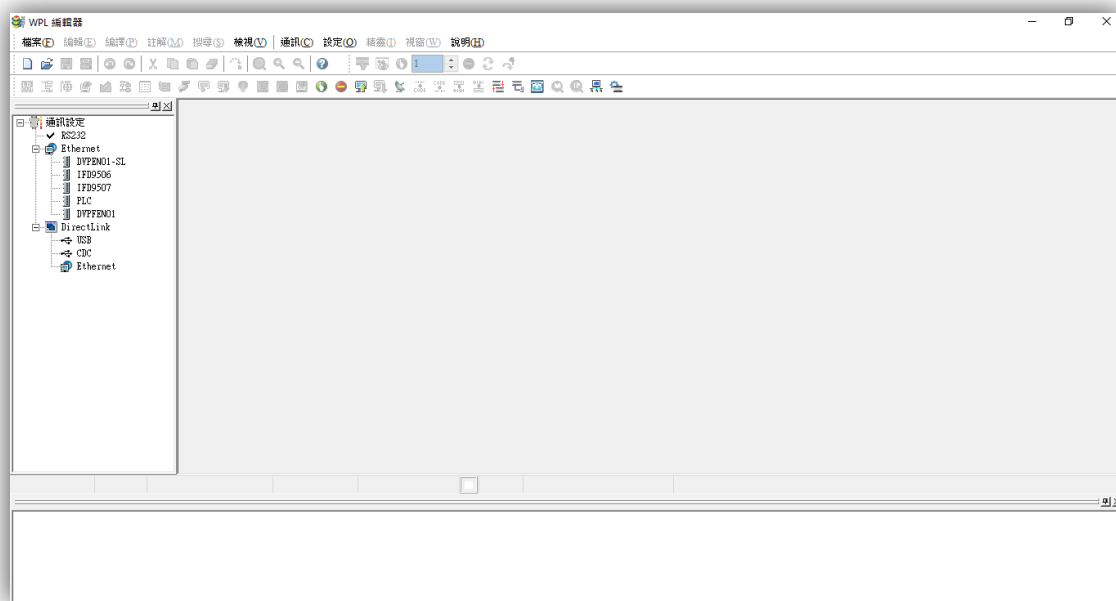

图 16-2
步骤 2. 出现 WPLsoft 编辑器窗口 (如下图 16-2)。第一次进入 WPLSoft 且尚未执行『开启新文件』时，窗口在菜单栏中只有『档案 (F)』、『通讯 (C)』、『检视 (V)』、『设定 (O)』与『说明 (H)』。